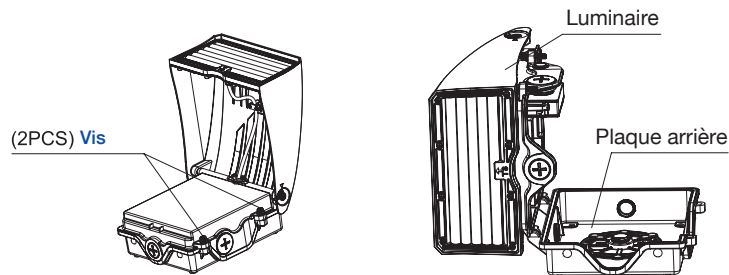

Fig. 2
2. Utiliser un tournevis cruciforme (Philips) pour ouvrir le compartiment du driver (Fig. 2).